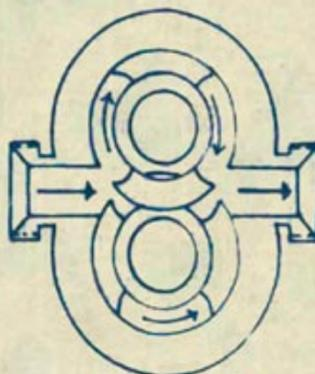

Figura 13
H. Bombas de pistón circunferencial (Figura 13)